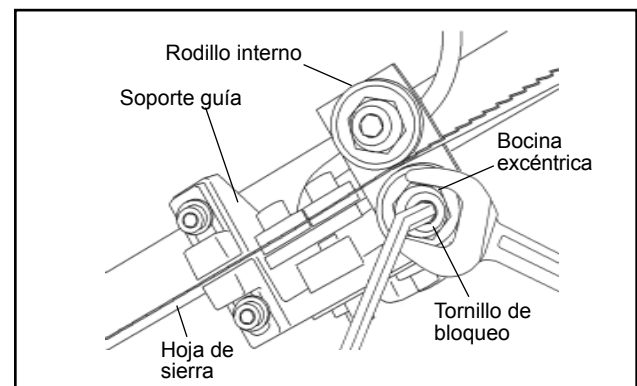

Figura 14: Ajuste de rodamientos guía
3. Sujete la bocina con una llave de 3/4" y afloje el tornillo de bloqueo central con una llave Allen (vea la Figura 14).